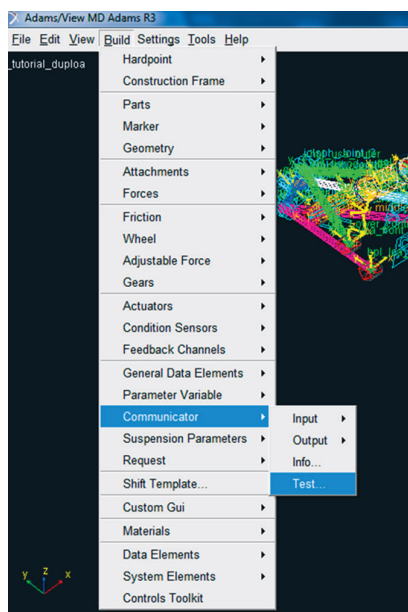

Figura 5.156 – Realizando teste de compatibilidade dos *Communicators* com o dispositivo de teste *MDI\_Suspension\_Testrig*.
- Para teste de compatibilidade dos *Communicators* com o subsistema *MDI\_ Suspension\_ Testrig*, acesse o menu *Build* → *Communicator* → *Test* (Figura 5.156).